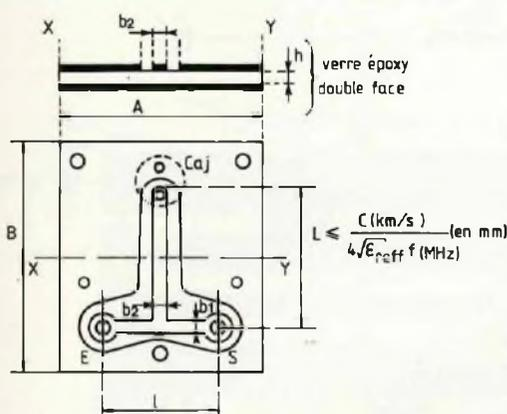
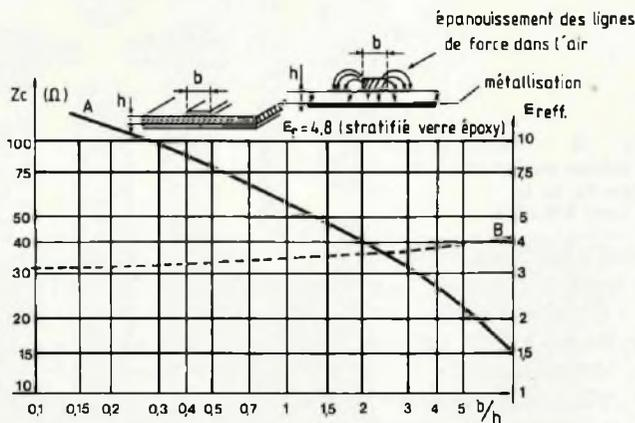

Fig. 6 : Réjecteur à microligne imprimée.
Fig. 9 : Courbe de l'impédance caractéristique et de la permittivité efficace d'un micro-ruban déposé sur du verre époxy.
La ligne se présente sous la forme d'un ruban de largeur (b) déposé sur un substrat en verre époxy d'épaisseur (h). L'autre face du substrat est métallisée (cuiivée et même parfois dorée !) et l'entourage du ruban également : voir figure 6, les dimensions de la plaquette. La longueur (L) du ruban dépend évidemment de la fréquence à rejeter, ce ruban peut être assez long dans les fréquences inférieures de la bande IV :
Fig. 8 : Pertes en ligne d'un micro-ruban doré déposé sur un matériau de permittivité unitaire. Les pertes totales dépendent de la permittivité efficace ϵ_{reff} (voir figure 9).
et qui fait appel encore à la permittivité efficace du matériau ; compte-tenu de l'épanouissement des lignes de force dans l'air, ce phénomène de dispersion réduit quelque peu ϵ_r , comme le préconise la courbe B de la figure 9.
La figure 9 nous donne pour cela :
Chaque bout de ligne b_1 , est usiné pour recevoir soit des tronçons de câble, soit des connecteurs mâle-femelle (figure 6). La longueur «l» séparant les bornes E/S est en principe, quelconque mais il paraît judicieux de faire $l \geq 10b_2$, l'expérience justifiant ce compromis. La largeur b_2 de la ligne centrale sera assez large de telle sorte que la résistance superficielle (effet de «peau») soit assez faible ; $b_2 > 1 \text{ mm}$ convient (voir figure 8) et nous choisirons $b_2 = h = 2,4 \text{ mm}$. Dans ce cas $Z_c = 60 \Omega$ ce qui s'avère encore assez élevé et $\epsilon_{reff} = 3,5$ (voir figure 9). Il faut ici ajouter un commentaire : l'impédance caractéristique Z_c n'a aucune importance si ce n'est d'obtenir la valeur la plus forte possible afin de rendre inopérante l'action de la ligne en dehors de la réjection. Il n'est toutefois pas possible de faire mieux avec cette technologie :